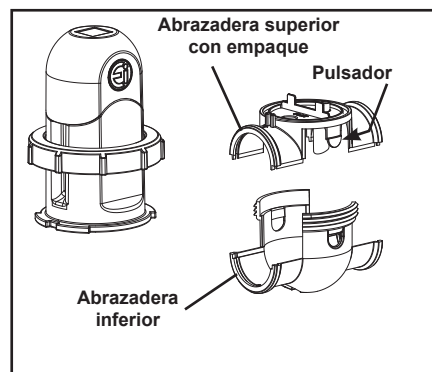

Figura 6. Desarmado de celda
5. Desenroscar el anillo de seguridad de la celda con el fin de extraerlo de la abrazadera superior (vea la Figura 6).
6. Presione los dos (2) botones en cada lado para separar la parte superior de la abrazadera superior de la parte inferior de la abrazadera (véase la Figura 6).